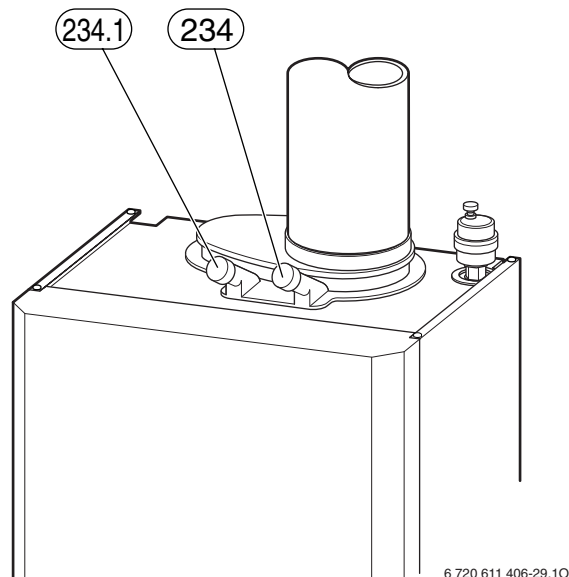

Fig. 48
- ▶ Rimuovere il tappo dalle prese di analisi dei fumi (234) (Fig. 48).